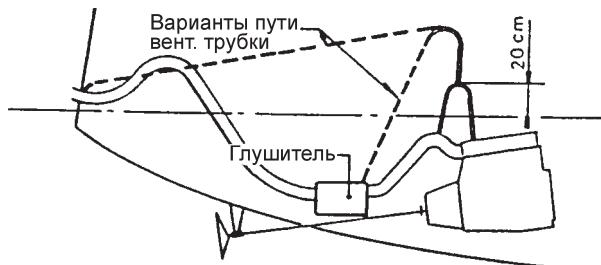

Рис. 2
- А – глушителю (рис. 2).
- Б – выхлопному отверстию (рис. 2).